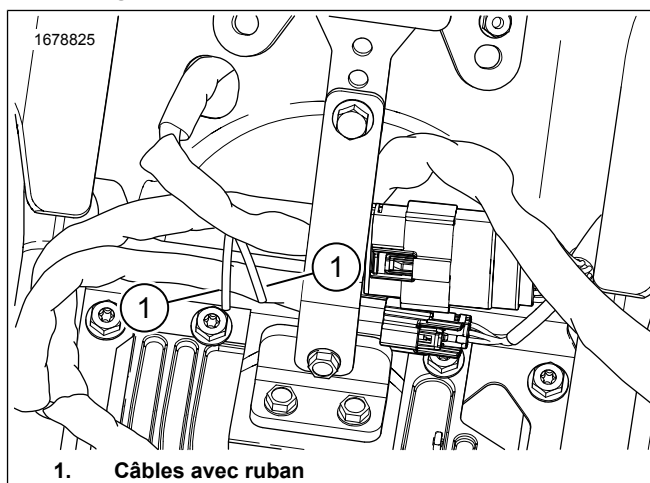

Figure 4. Câbles du boîtier de la batterie
1. Voir la Figure 4. Localiser les câbles blancs/roses et blancs/bruns avec ruban dans la zone du boîtier de batterie. Retirer le ruban des câbles.